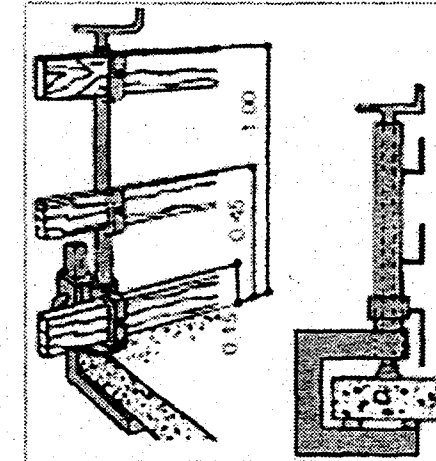

Fig. 3 - Dispositif de fixation par pincement de la dalle.
Le montant comporte, en pied, une pince destinée au serrage en bord de dalle à l'aide d'une tige filetée (fig. 3).
- la plinthe doit avoir 0,15 m de hauteur et être pratiquement appuyée sur le sol (fig. 3 et 4),